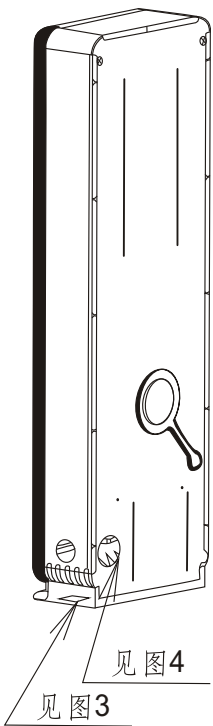

图1
- 在机组安装时，为了连接管、连接线的安装引出，请将图1中底座预留孔的塑料部分或后板和右侧板预留孔的金属部分去除。